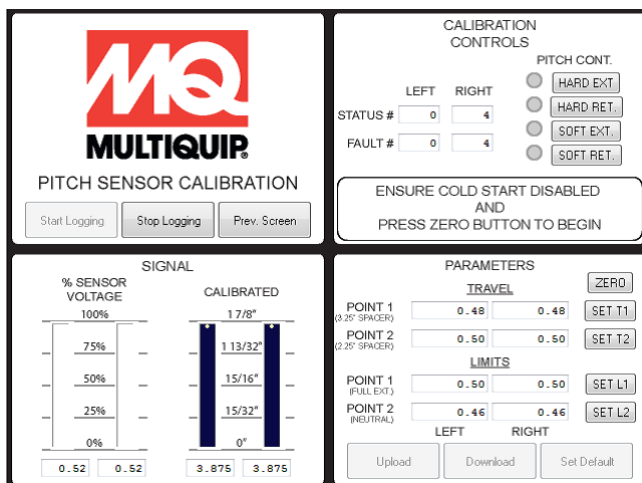

Figure 43. Démarrer l'étalonnage du capteur de hauteur
4. Appuyez sur le bouton « zéro » (Figure 43) pour commencer l'étalonnage.
- e. Appuyez sur le bouton « Régler T1 » (Figure 43).